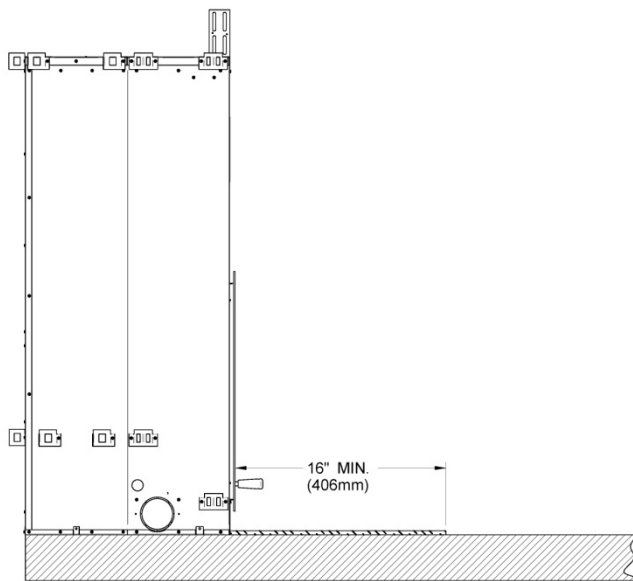
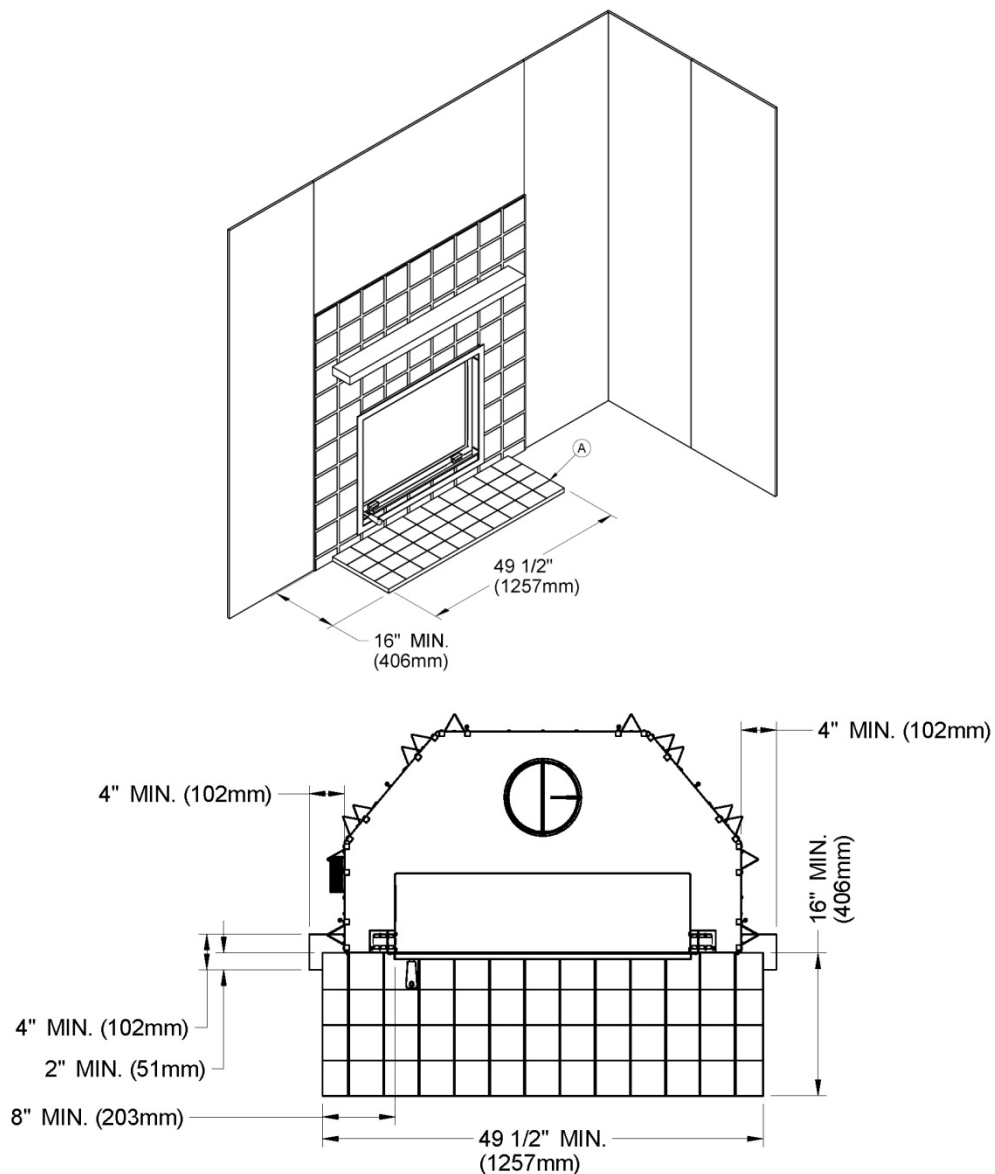
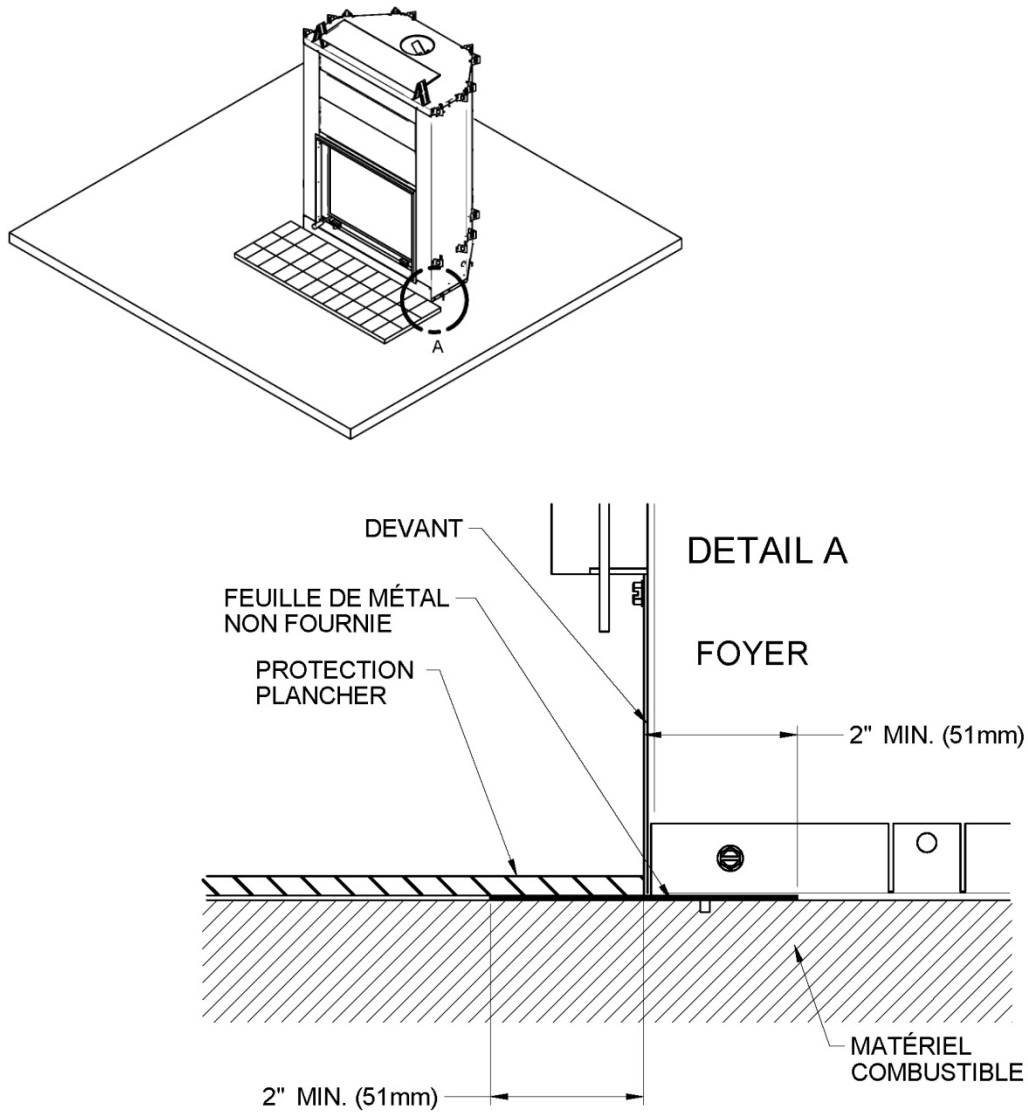

Figure 8 Installation du foyer sur une base surélevée
Figure 10
Figure 11
La zone d'extension de l'âtre (voir (A) Figure 10) doit mesurer au moins 16" (40 cm) en avant et au moins 8" (20 cm) de chaque côté de l'ouverture de la porte du foyer (voir Figures 8 et 10). Le joint entre l'extension de l'âtre et le foyer doit être protégé par un matériel non-combustible, par exemple, une plaque de métal ou du coulis de ciment tel qu'illustrée à la Figure 11.
AVERTISSEMENT : L'EXTENSION DE L'ÂTRE DOIT ÊTRE INSTALLÉ TEL QU'ILLUSTRÉ. (Voir Figure 11)